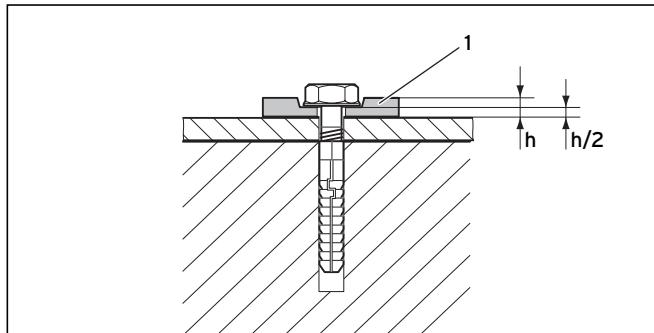

Рис. 4.64 Крепление гибкими подкладными шайбами
Обязательно используйте 4 гибких подкладных шайбы (1), чтобы можно было сбалансировать расстояние материала. Сожмите подкладные шайбы примерно на 50% (→ рис. 4.64).